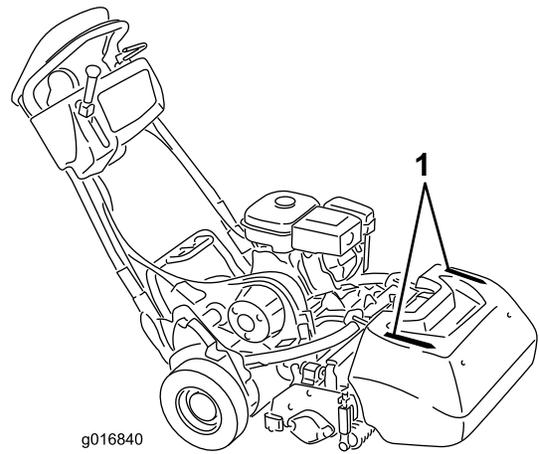

Figure 31
- Pour vous aider à travailler en ligne droite en travers du green et à maintenir la machine à égale distance du bord de la passe précédente, servez-vous des bandes d'alignement sur le dessus du bac à herbe (Figure 31).